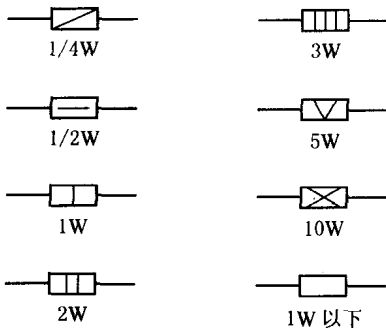

图1-2 常用电阻额定功率表示法
(2) 电阻的额定功率:电阻在正常工作时允许消耗的最大功率叫做电阻的额定功率。电阻的额定功率与它所用材料和体积大小有关。一般说,线绕电阻的额定功率较大,体积大的电阻的额定功率也较大。在使用过程中电阻实际消耗的功率超过其额定功率,就会使电阻的温度升高而引起阻值的变化,严重时烧毁电阻。为了保证安全可靠,通常所用电阻的额定功率应比实际消耗的功率大 $100\% \sim 200\%$,电阻额定功率的标称值有 $1/8W$ 、 $1/4W$ 、 $1/2W$ 、 $1W$ 、 $2W$ 、 $5W$ 和 $10W$ 等。常用电阻额定功率的表示法如图1-2所示。